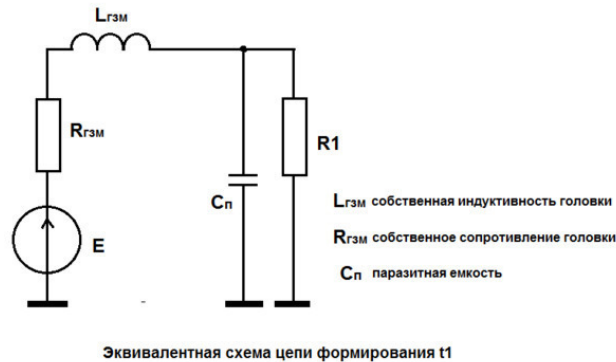

рис.20
2. Емкость C_{Π} (см. *рис.20*) должна быть минимальна, т. е. если параллельно выходу проигрывателя включен конденсатор (такое бывает в промышленной аппаратуре), его надо удалить, или сделать отключаемым. C_{Π} – суммарная ёмкость «кабель+ катушка+ усилитель+ монтаж+ и т.д.», имеющаяся на входе усилителя-корректора.